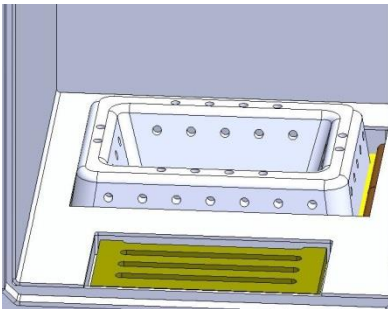

Рис. 28
**3.1.4** Подать топливо в горелку котла до уровня отверстий подачи воздуха в горелке см. (рис. 28).